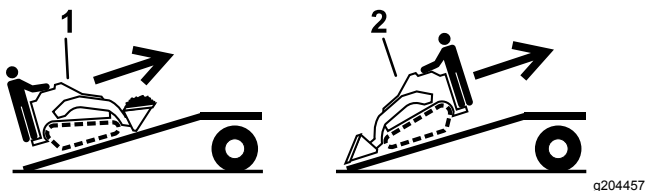

Figure 35
5. Placez toujours l'extrémité la plus lourde de la machine en haut de la rampe, la charge en bas, lorsque vous chargez la machine sur la remorque (Figure 35).
1. Abaissez la rampe pour que l'angle avec le sol ne dépasse pas 15 degrés (Figure 35).